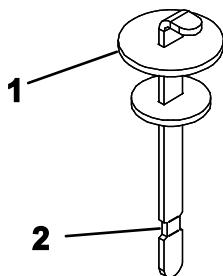

Bild 62
4. Entfernen Sie den Peilstab aus dem Füllstutzen und wischen ihn mit einem sauberen Lappen ab. Stecken Sie den Peilstab in den Einfüllstutzen und ziehen ihn dann heraus, um den Ölstand zu prüfen. Der Ölstand sollte an der Markierung am Peilstab liegen (Bild 62).